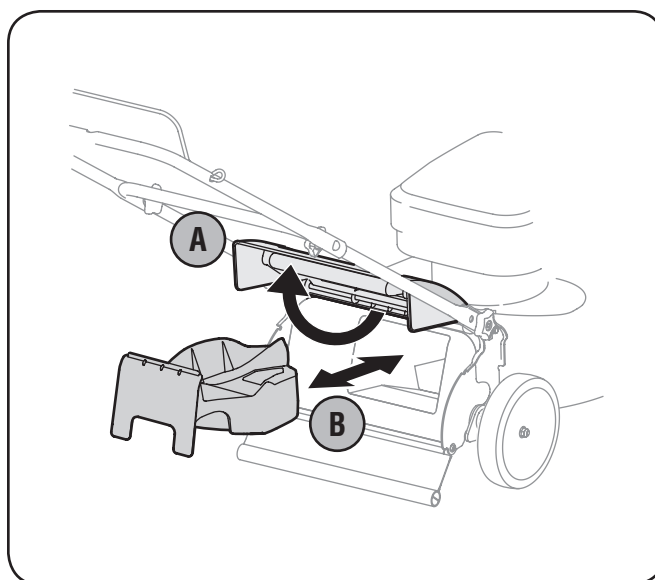

Figura 3-5
2. Antes de acoplar el colector de césped, la tolva de abono debe extraerse, Figura 3-5.